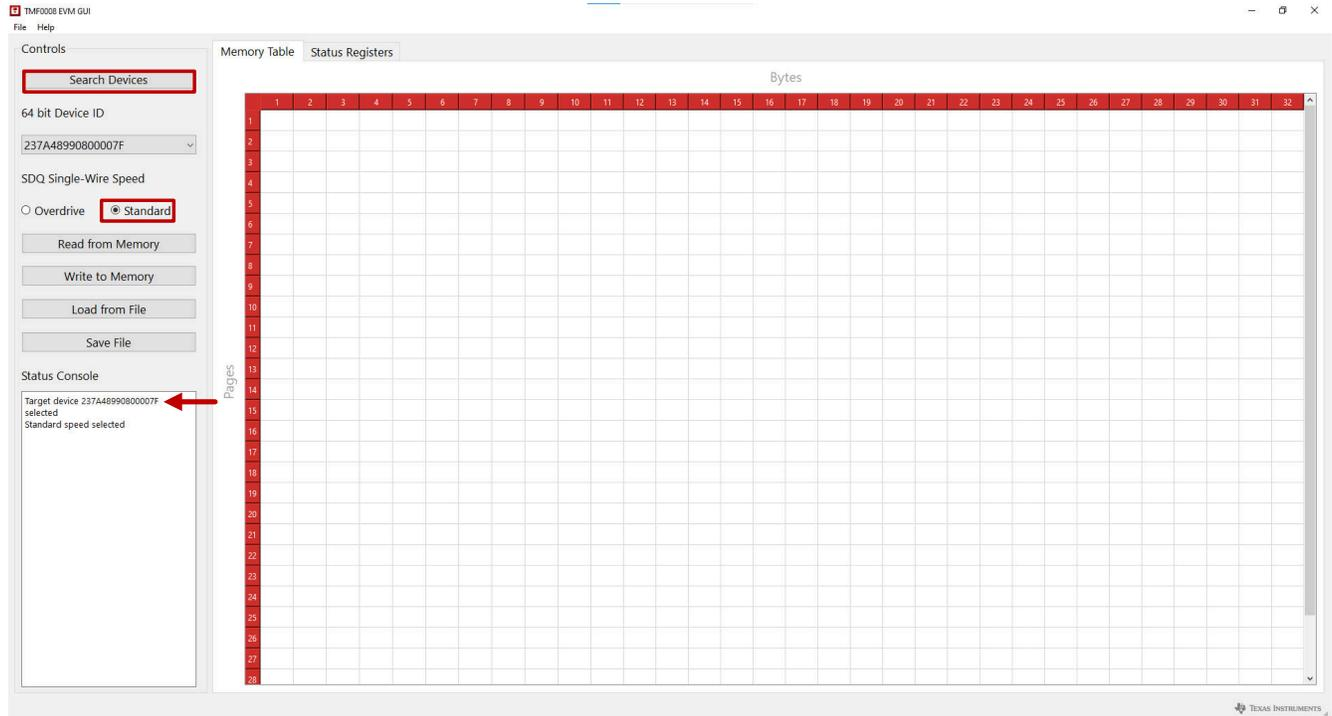

图 2-6. 搜索器件
**Search Devices** 按钮位于程序控件区域的左上角。此功能用于收集总线上存在的单线器件的信息。如 图 2-6 所示，点击 **Search Devices** 将会用 **Select 64 bit Device ID** 下拉菜单中的所有单线子器件填充器件列表。这也会清除 **Memory Table** 和 **Status Registers**。如果检测到任何器件，则会自动选择第一个器件并将其设置为标准速度。